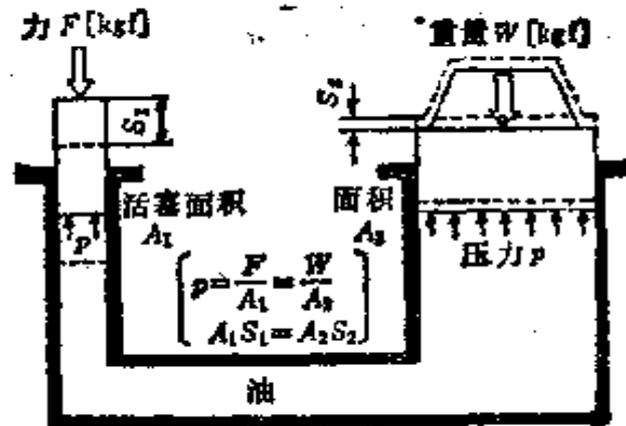

图5.3 帕斯卡原理
**【解说】** 对密闭容器内的静止液体的一部分施加压力时，这个压力以相同的压强传到该容器内液体的各个方向，这就是帕斯卡原理。因为各处的压力相等，所以 (1) 式成立。(3) 式是在密闭的液体无损失，总量不变的情况下求出的公式。
**【例题】** 图5.3中的活塞1和2的直径各为30mm和500mm。如果不考虑自重，而使2000kgf的物体上升，在活塞1上应该加多大的力？